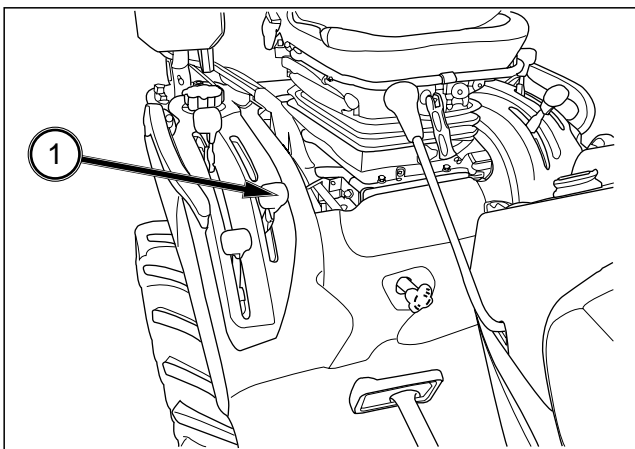

FIG. 3-19
FIG. 3-19 : Le levier de commande de position (1), ajuste la hauteur de l'attelage 3 points à l'arrière du tracteur. Mettre le levier dans une certaine position va régler la hauteur en conséquence. La position entièrement relevée est celle où le levier est à fond vers l'arrière, et la position entièrement abaissée s'obtient avec le levier complètement vers l'avant.